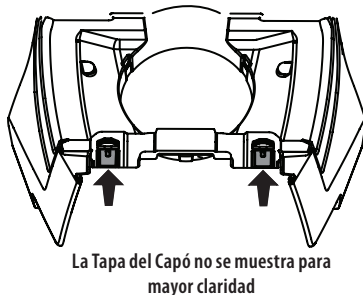

Figura 7
3. Una vez que la tapa del capó está en su lugar, las dos lengüetas de traba que están cerca del capó deben ser tiradas hacia arriba para trabar la tapa del capó en su lugar. Consulte la Figura 7.